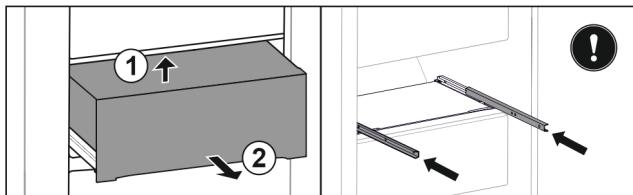

Fig. 148
- Підняти висувний ящик знизу назад. Fig. 148 (1)
- Вийняти висувний ящик рухом вперед. Fig. 148 (2)